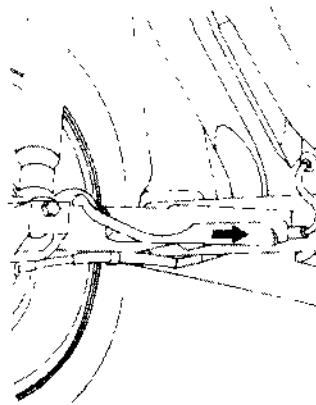

图 7.50 传感器线束保护罩拆卸方向
③ 沿图7.50箭头所示方向拆下后梁上的传感器线束保护罩, 拉出线束和线束连接器。